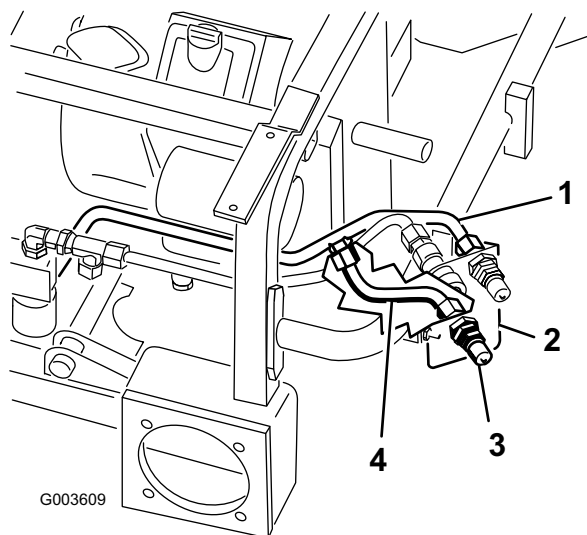

Figura 16
7. Montate il tubo idraulico numero 5 sul tubo idraulico numero 1 e l'accoppiatore maschio inferiore, senza stringere (Figura 16).